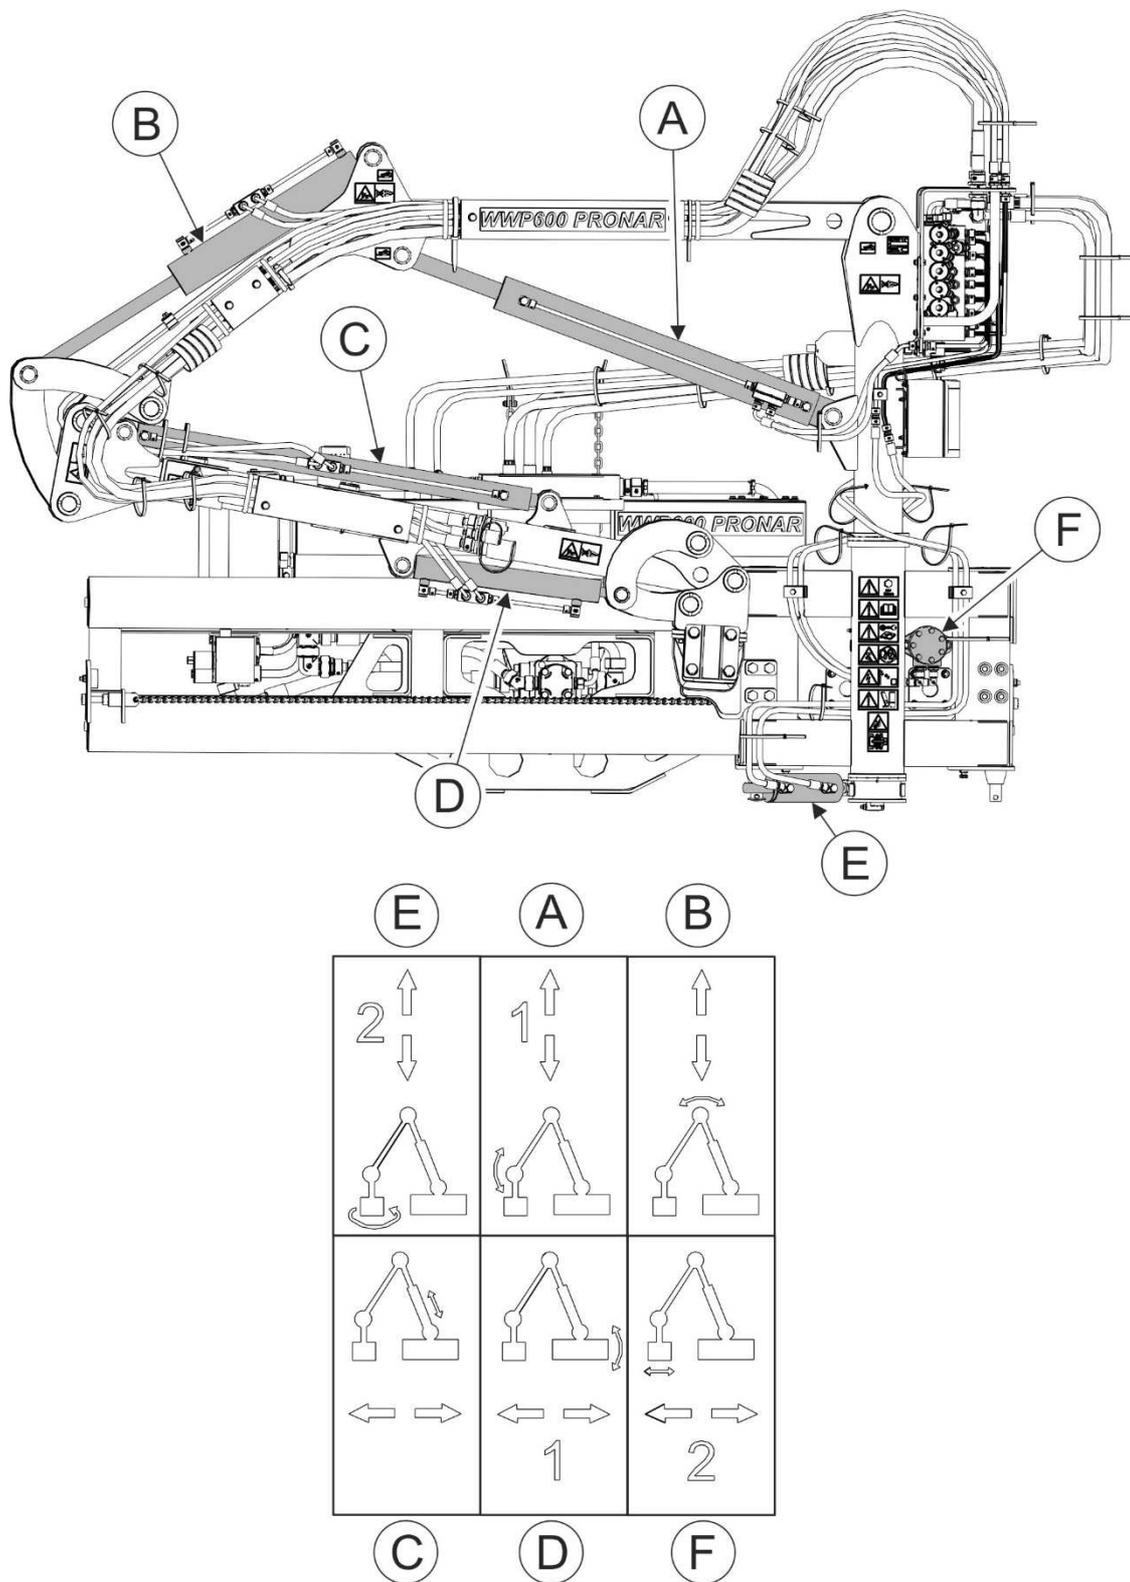

РИСУНОК 4.6 Пиктограмма управляющего рычага и способ управления отдельными силовыми гидроцилиндрами универсальной стрелы.
На пульте управления размещена пиктограмма со схемой управления рычагом (3) (РИСУНОК 4.6).